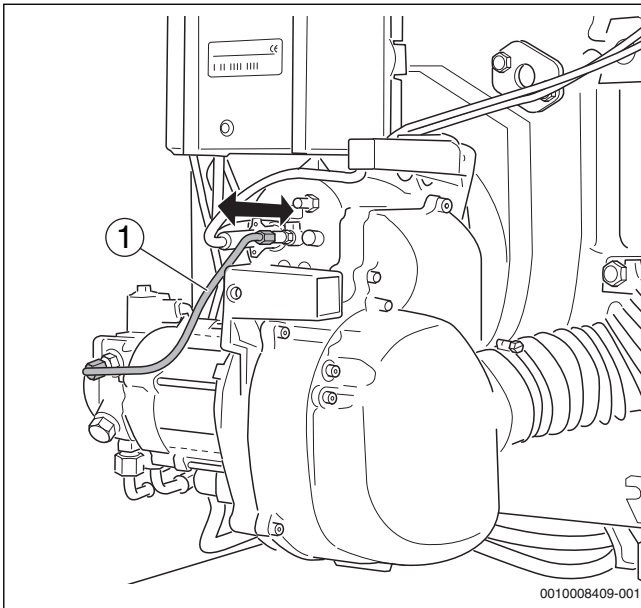

Fig. 41 Vérifier la bonne assise du système de mélange
- ▶ Retirer le tuyau d'arrivée du fioul (→ fig. 41, [1]) d'env. 5 mm.